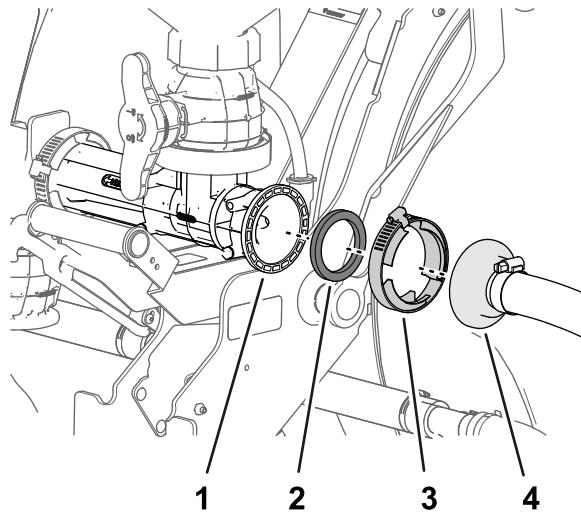

图 31
1. 使用一个垫圈和法兰夹具将清洁加药器供水软管的直通宝塔接头松松地组装到清洁加药器凸缘上 图 31。